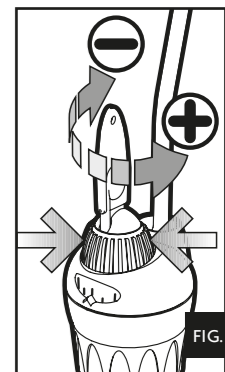

FIG. 6
- Tenir le bouton de réglage principal (bleu) avec une main pour éviter à l'échelle de se déplacer de celle-là déjà fixée sur le point de repère et tourner le bouton de post-calibrage (orange) vers + si la valeur de la température que vous avez mesurée est plus basse de celle-là indiquée en correspondance du point de repère, ou vers - en cas la température mesurée est supérieure à celle indiquée par le point de repère (fig. 6). Le bouton de post-étalonnage peut être réglé sur 6 diverses positions, 3 vers le + et 3 vers le -. Chaque position correspond à peu près à 1°C. Si on a réglé le chauffe-eau sur une température de 24° et on mesure 22°C, il suffit de tourner le bouton de post-étalonnage 2 positions vers +.
- d. houd de blauwe draai-regelaar vast op de ingestelde waarde en draai de oranje draaiknop ten op of - afhankelijk van het gemeten temperatuur (afb. 6). In elk richting (+ en -) kan maximaal tot 3 graden worden afge. In elk richting (+ en -) kan maximaal tot 3 graden worden aangepast. Dat kan in drie stappen van elk 1 graad Celsius. Er is een voelbare click bij het bereiken van elk stap. Is het thermostaat bij voorbeeld ingesteld op 24 graden en er worden maar 22 graden gemeten houd u de blauwe regelaar op 24 graden vast, terwijl u de oranje draaiknop om 2 posities teug + draait. Een ijken kan alleen binnen een band van zes graden gebeuren, 3°C naar + en 3°C naar -. PROBEER ER NOOIT VERDER DAN DREI STAPPEN IN EEN RICHTING TE DRAAIEN!
- d. Mantenga el botón de regulación principal (azul) con una mano para evitar que a la escala que se desplace de la ya fijada en el punto que marca y girar el botón de post calibración (naranja) hacia + si el valor de la temperatura que ha medido es más baja que la que se indica en el punto de referencia, o hacia - en el caso en que la temperatura obtenida sea superior a la indicada en el punto de referencia (fig. 6). El botón post-calibración se puede regular sobre 6 posiciones diferentes, 3 hacia el + y 3 hacia el -. Cada posición corresponde más o menos a 1°C. Si el termocalentador se ha regulado sobre una temperatura de 24° y se ha obtenido una temperatura de 22°C, basta con girar el botón de post-calibración 2 posiciones hacia +.